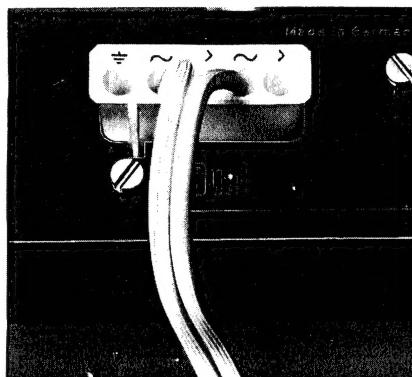

Fig. 2
B.Nr. 213 982, AMP Nr. 160 565/1 (Fig. 2)
Beim Anschluß des Gerätes an einen All-stromempfänger, Empfänger mit Spartrans-formator oder Verstärker ähnlicher Schaltung ist eine besondere Schutzerdung des Chassis erforderlich, für die am Netzschnellstecker des Gerätes ein Kontakt freigehalten ist (Fig. 2 und 3).